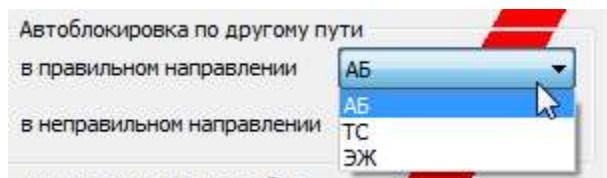

Рис. 189.
8. Если многопутный перегон закрывается только по одному пути, необходимо указать средства связи используемые для движения по другому пути перегона в правильном и неправильном направлении из выпадающего списка (см. рис. 189, 190).